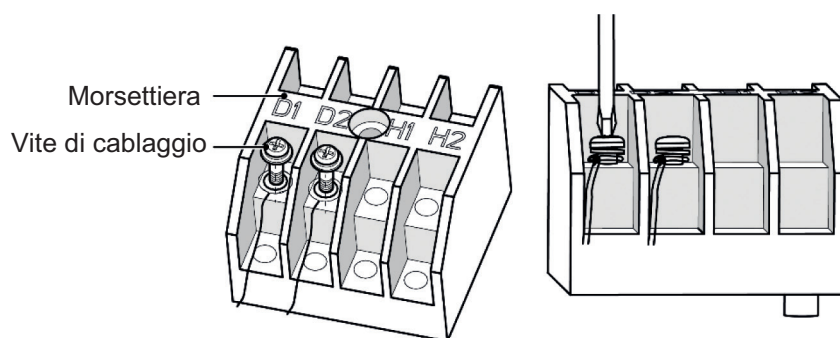

Fig. 4.21
- (1) Rimuovere lo sportellino del box elettrico dell'Hydro Box.
- (2) Far passare il cavo di comunicazione attraverso i fori di cablaggio.
- (3) Collegare il cavo di comunicazione ai terminali D1 e D2 della morsettiera interna a 4-bit, come mostrato in Fig. 4.21.
- (4) Fissare il cavo di comunicazione con la fascetta.